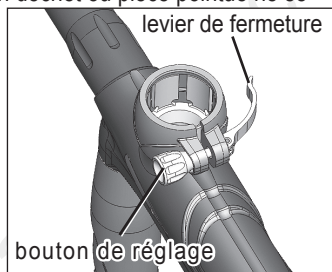

Figure 4: Les munitions transportent
- b. Ouvrez le **levier de fermeture** (64). Montez le loader au **loader dans le feeder** (63/62). Refermez le levier de fermeture pour verrouiller le loader au feeder.
- c. S'il est nécessaire de régler la force de résistance du levier de fermeture, ouvrez le levier (Figure 4). Tournez le **bouton de réglage** (66) dans le sens des aiguilles d'une montre pour augmenter (ou dans le sens contraire pour réduire) la force de résistance du levier. Fermez le levier de fermeture et vérifiez la force de résistance du loader.